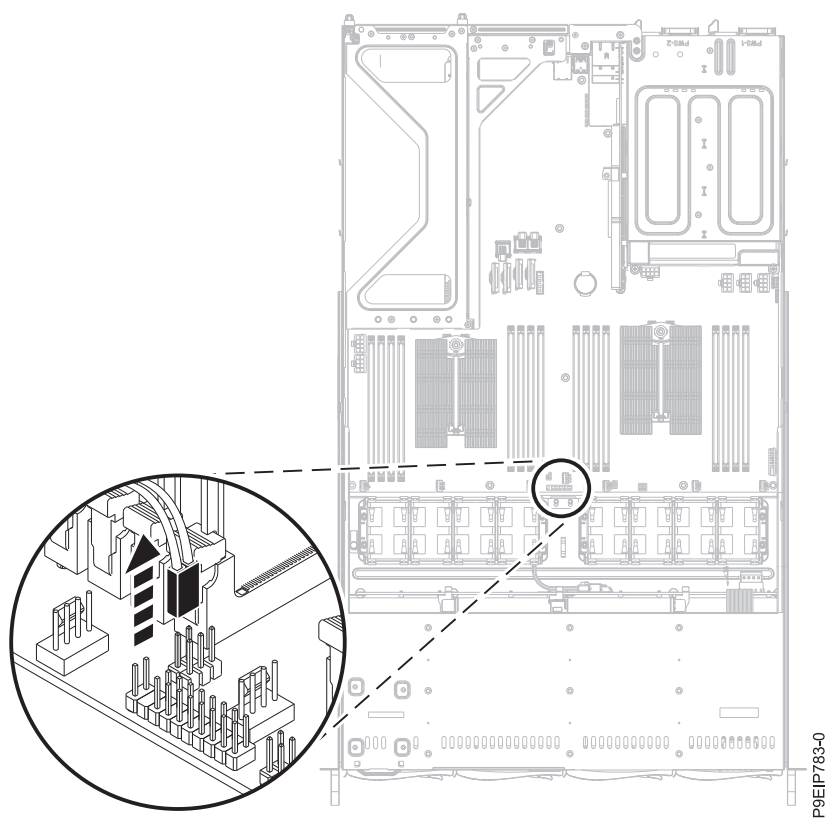

Figura 37. Removendo o cabo do comutador da tampa
9. Observe a posição e a orientação do cabo do comutador da tampa. Remova o cabo do comutador da tampa do painel traseiro do sistema, conforme mostrado na Figura 37 na página 39.